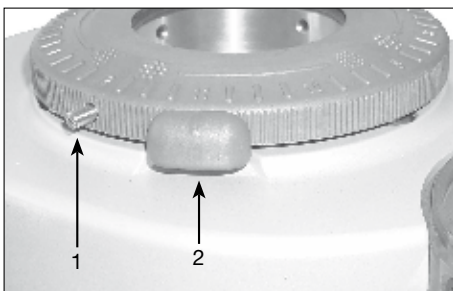
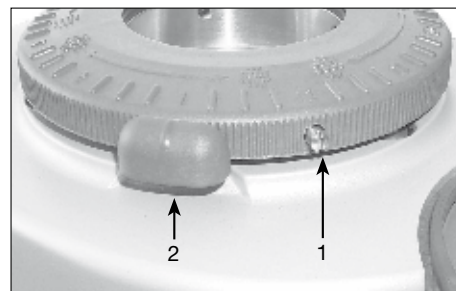

Abb. 1 - korrekte Montage
Abb. 2 - falsche Montage
7. Abschließend die Verstellmutter montieren und darauf achten, daß sich die Befestigungsschraube des Trichters im Gegenuhrzeigersinn vor dem Haltestift der Mahlsteine befindet, wie dies in Abb. 1 gezeigt ist. Abb. 2 zeigt hingegen eine unrichtige Montage der Verstellmutter: die Befestigungsschraube des Trichters (1) befindet sich hinter dem Haltestift der Mahlsteine (2). Es wird dringend darauf hingewiesen, daß in diesem Fall die Befestigungsschraube des Trichters eine Überwindung des Haltestiftes in der Öffnungsphase der Mahlsteine nicht zuläßt; da daher die Mahlsteine bereits in Kontakt sind, kann die korrekte Feinheit der gemahlenen Kaffeebohnen nicht mehr eingestellt werden und es erfolgt keine oder eine nur tropfenweise Kaffeeausgabe.